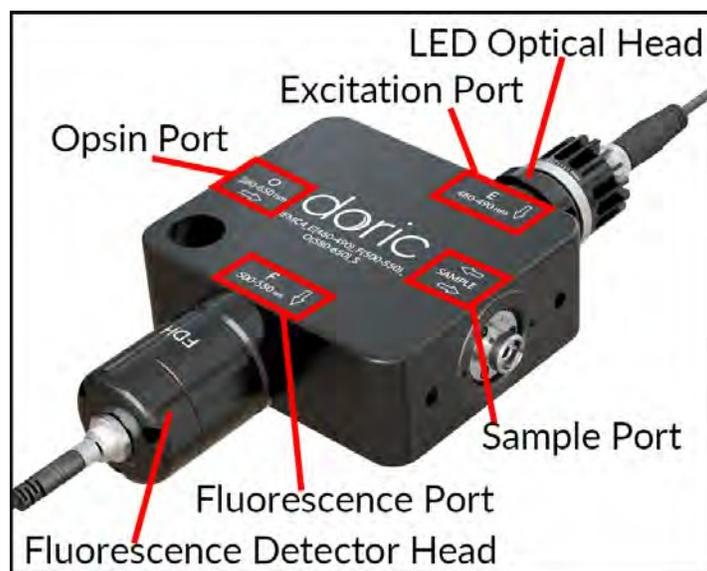

Figure 1.4 : Mini-cube de fluorescence à 4 ports
- **E** et **IE** (Fig. 1.4) représentent les ports d'entrée pour la lumière d'excitation de fluorescence et de point isobésistique. Chaque port de ce type est équipé d'une *tête optique DEL intégrée* qui contient les éléments suivants.
- **F** (Fig. 1.4) représente les ports pour la lumière d'émission de fluorescence. Chaque port de ce type est équipé d'une *tête de détection de fluorescence Doric intégrée*.
- **O** (figure 1.4) représente les ports d'activation ou d'inactivation optogénétique. Il s'agit toujours de réceptacles FC permettant la connexion à des sources de lumière laser ou de fluorescence.
- **S** (Fig. 1.4) représente l'orifice de sortie de l'échantillon. Il s'agit toujours de réceptacles FC pour permettre la connexion à un sujet expérimental.